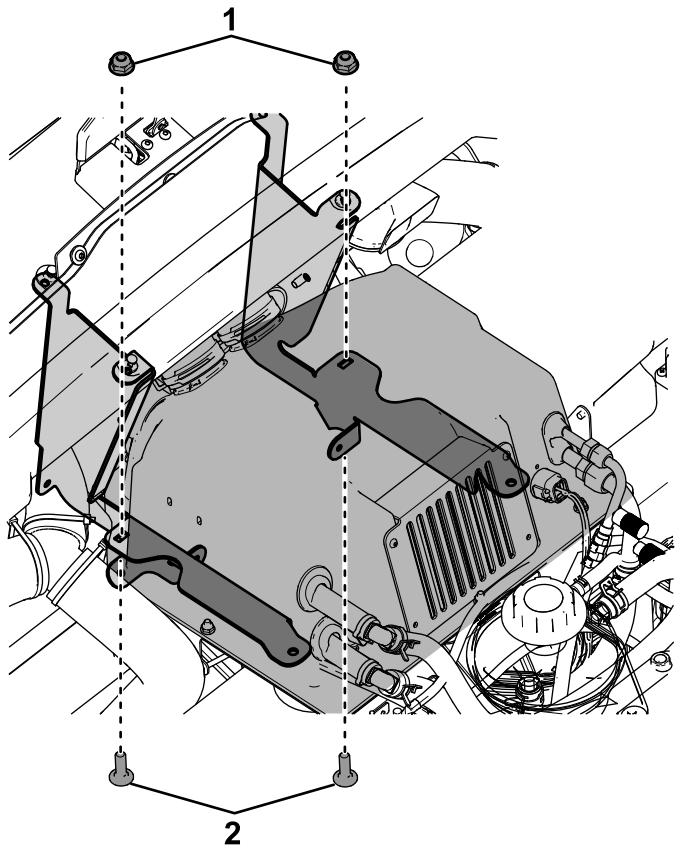

Figura 27
3. Instale a parte de trás do conjunto da caixa do sistema AVAC suportes do painel da máquina com dois parafusos de carroçaria (1/4 x 3/4 pol.) e duas porcas de bloqueio (1/4 pol.); consulte a Figura 27